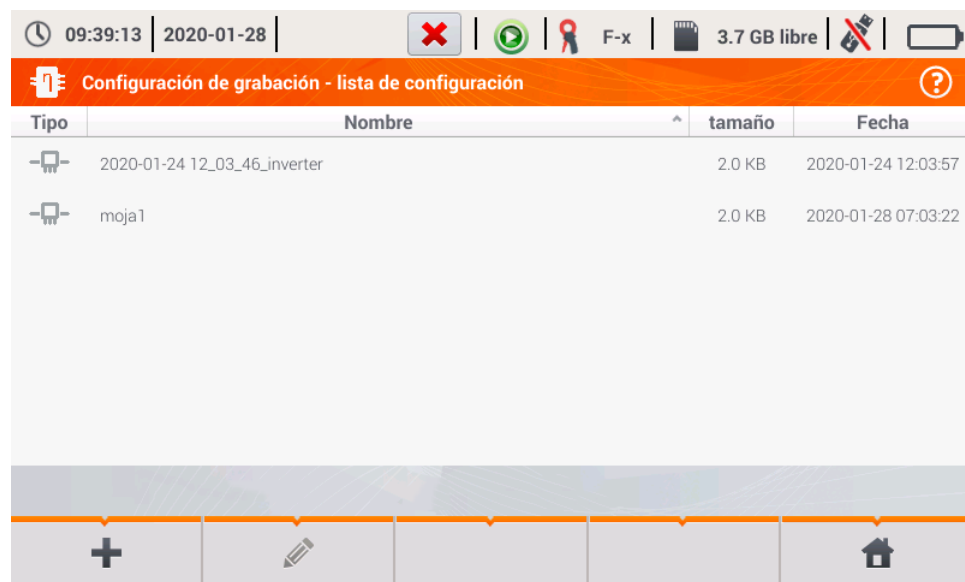

Fig. 3.11. Menú de configuraciones guardadas
-  ir a la lista de configuraciones guardadas del inversor y crear una nueva configuración. Las configuraciones se presentan como las configuraciones de medición, se les asigna el icono . El doble clic en la configuración seleccionada hace que se abra automáticamente y se pasa a la pantalla de ajuste de la eficiencia del inversor (**Fig. 3.11**). Botón de la barra de menú  sirve para añadir nuevas configuraciones de la eficiencia del inversor (se abre la ventana como se muestra en la **Fig. 3.12** con los ajustes predeterminados). El icono  sirve para editar la configuración seleccionada.